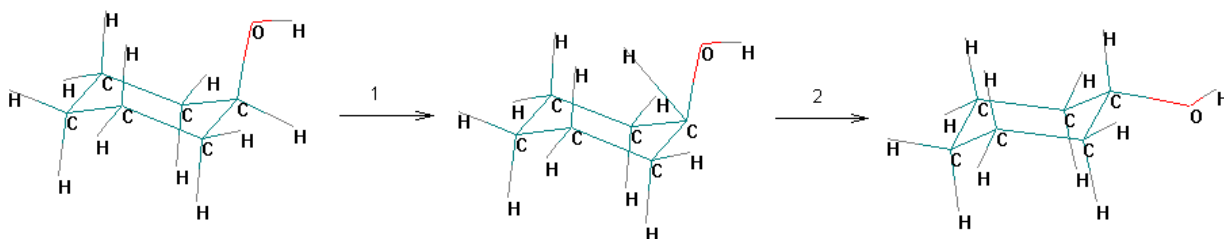

Рис. 19. Перевод заместителя из аксиального в экваториальное положение.
- 1) Удалите атом водорода у его основания и поместите его на противоположную сторону (рис. 19).